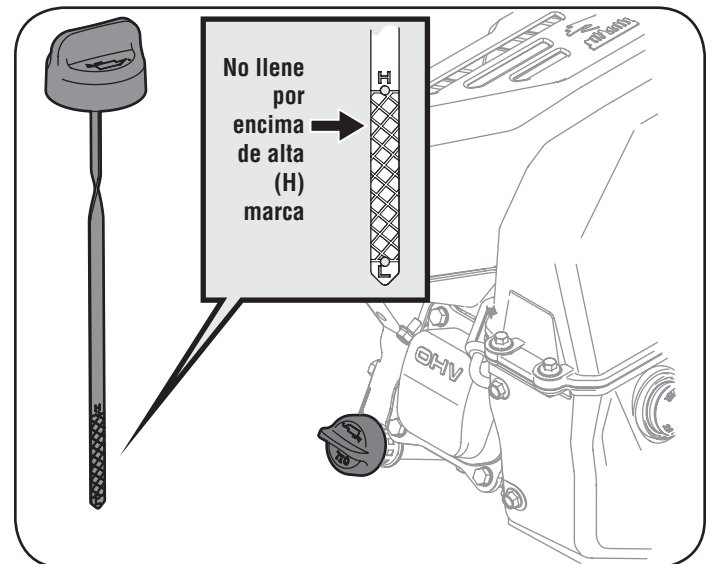

Figura 16
- Retire el tapón de llenado de aceite. Si el nivel está bajo, agregue aceite lentamente hasta registros de nivel del aceite entre alto (H) y bajo (L). Vea la Figura 16.